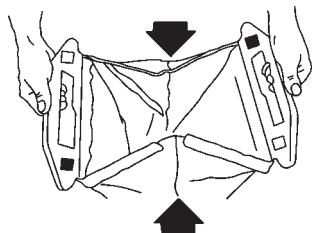

Figure 41
13. Fermez l'arrière du sac de ramassage en pliant les côtés vers l'intérieur et en réunissant les deux moitiés de la poignée arrière (Fig. 41).